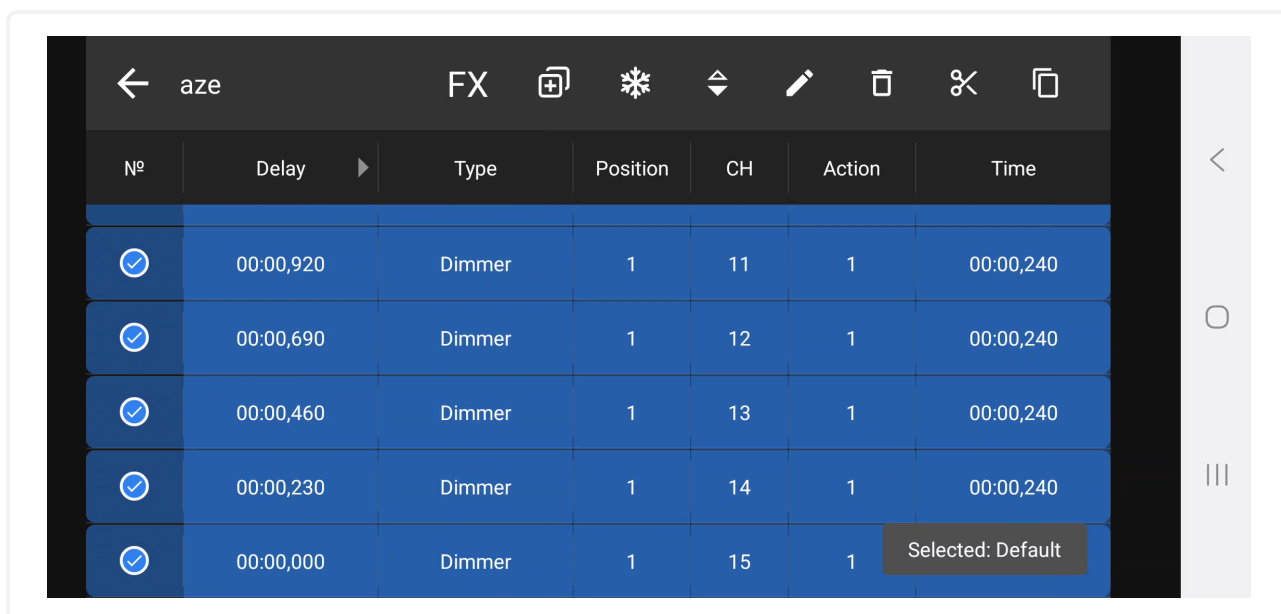

Рис. 81: Экран с результатом установок для программы
11. Все выполненные настройки будут перенесены в файл программы (см. рис. 81 на противоположной странице)